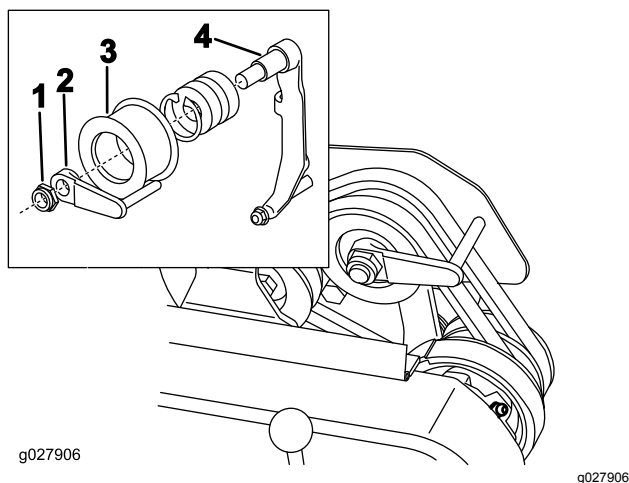

图47
8. 要在不启动发动机的情况下更容易推拉机器应按照以下所示的方法调节皮带导轨 图47 插入件